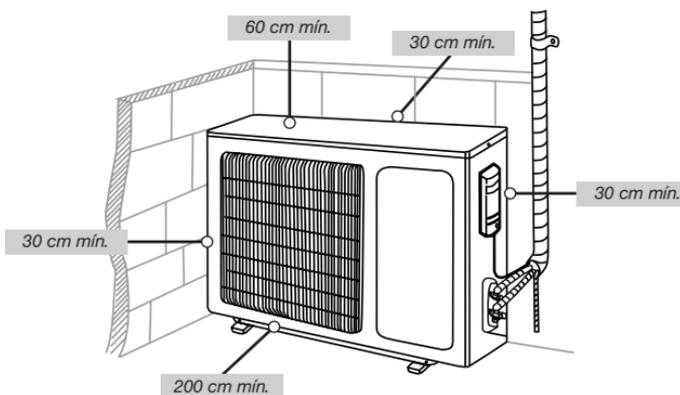

Fig. 4
- Garantice que se mantenga las distancias mínimas definidas entre el techo, paredes, muebles y otros obstáculos como se muestra en la fig. 4